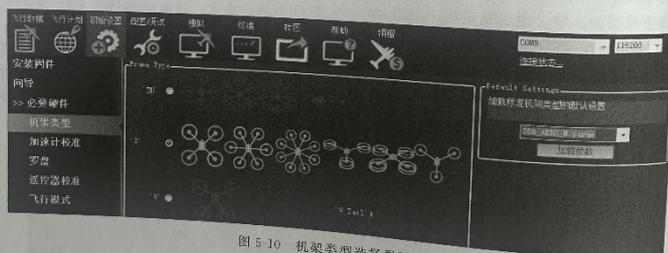

图 5-10 机架类型选择界面
a. 机架类型配置。在左侧“必要硬件”里的“机架类型”选择对应的机架, 如图 5-10 所示。